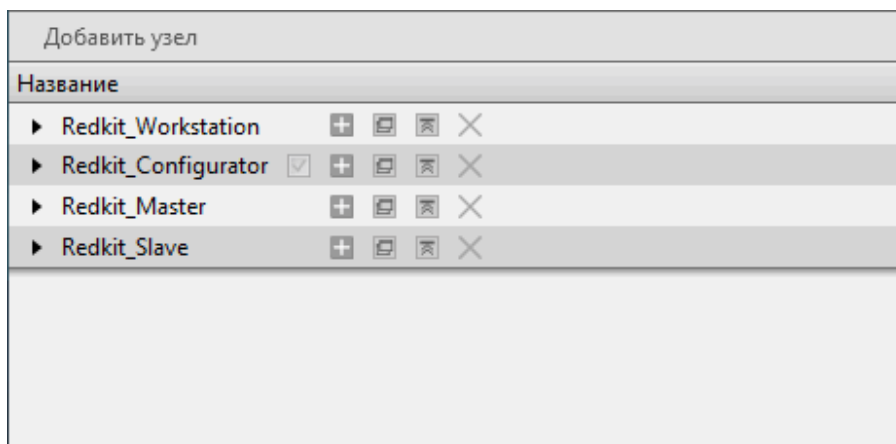

Рисунок 76 - Узлы системы Redkit
4. Перейдите на вкладку Настройки узла. В текущей конфигурации должны отображаться четыре узла (Рисунок 76):